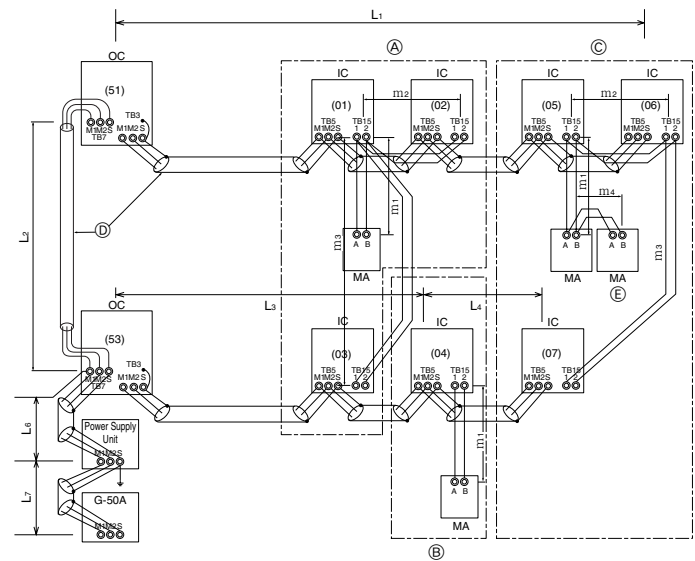

Fig. 6-3
- MA-afstandbediening (Fig. 6-3)